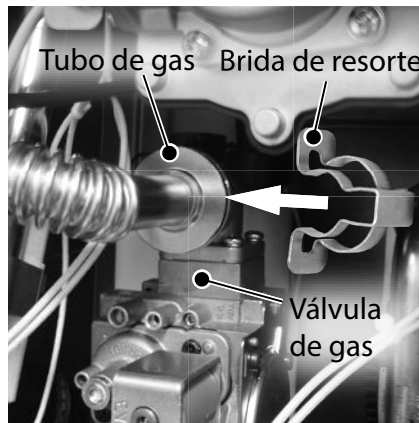

Figura 95 - Fije el tubo de gas con la brida de resorte.
- 18** Ubique los cuatro (4) tornillos que se retiraron anteriormente en el **Paso 10**. Use los tornillos para fijar el conjunto de inyector y ventilador al conjunto de quemador.
- 19** Conecte el tubo de gas a la válvula de gas. Ubique la brida de resorte que se retiró anteriormente en el **Paso 9**. Oriente la brida de resorte adecuadamente, como se muestra en la Figura 95. Instale la brida de resorte para fijar el tubo de gas a la válvula de gas. Confirme que la conexión de gas esté apretada y que no tenga fugas.